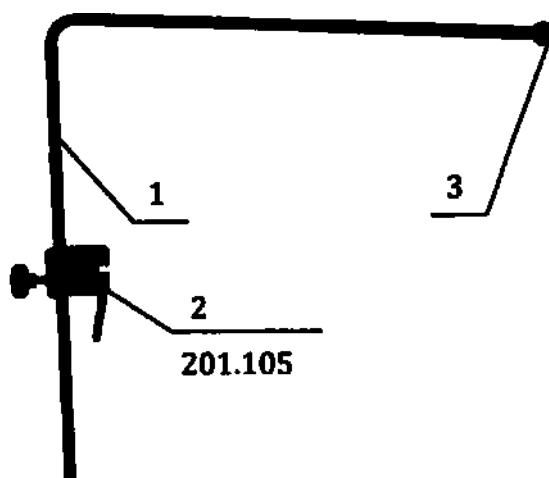

Рисунок 1. Экран наркозный.
1. Экран наркозный (экран для анестезии) (Рисунок 1). Изготовлен из нержавеющей стали, регулируется по высоте. Для крепления на направляющих рейках стола укомплектован радиальным зажимом 201.105.